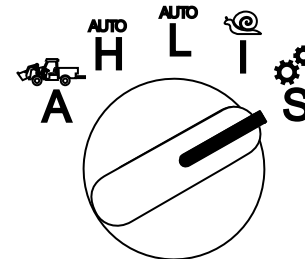

Figura 18
1. Girate il selettore della modalità operativa in posizione S (Figura 18).